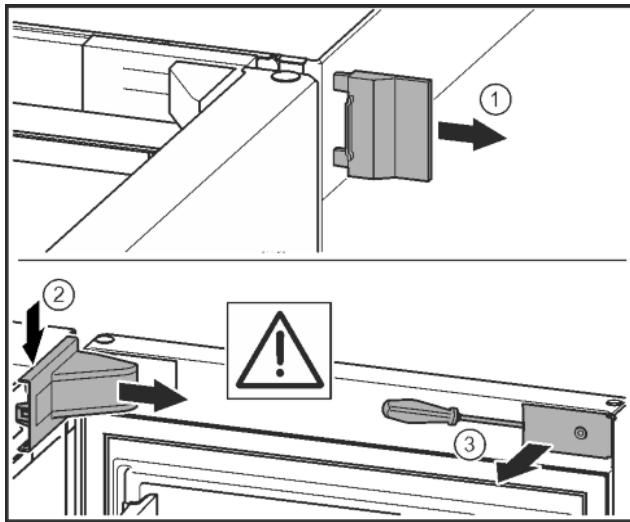

Fig. 11*
- ▶ Свалете външния капак.* Fig. 11 (1)
- ▶ Освободете и развийте капака на лагерната стойка. Свалете капака на лагерната стойка.* Fig. 11 (2)
- ▶ Освободете капачката с плоска отвертка и я завъртете настрана.* Fig. 11 (3)